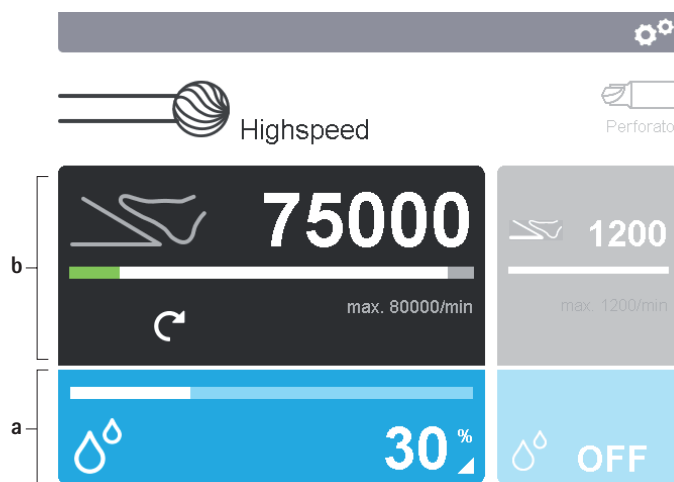

Fig. 5 Activación de los paneles de mando
- ▶ Modificación de los parámetros de ajuste del elemento de aplicación: Accionar el panel de mando del elemento de aplicación **b** en la pantalla **2**, ver Fig. 5.